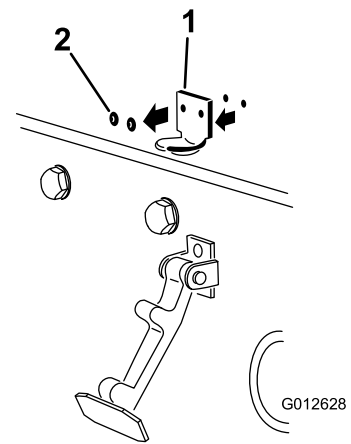

図 8
2. フードラッチブラケットをフードに固定しているリベット2本を外す 図 8。